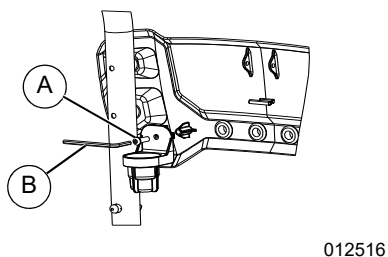

Figure 2-3. Porte-buse accessoire
3. Voir **Figure 2-3**. Si des buses accessoires (buse de savonnage ou turbo) sont fournies, attacher le porte-buse d'un côté ou de l'autre du panneau à l'aide de la vis fournie (A) et de la clé hexagonale (B).